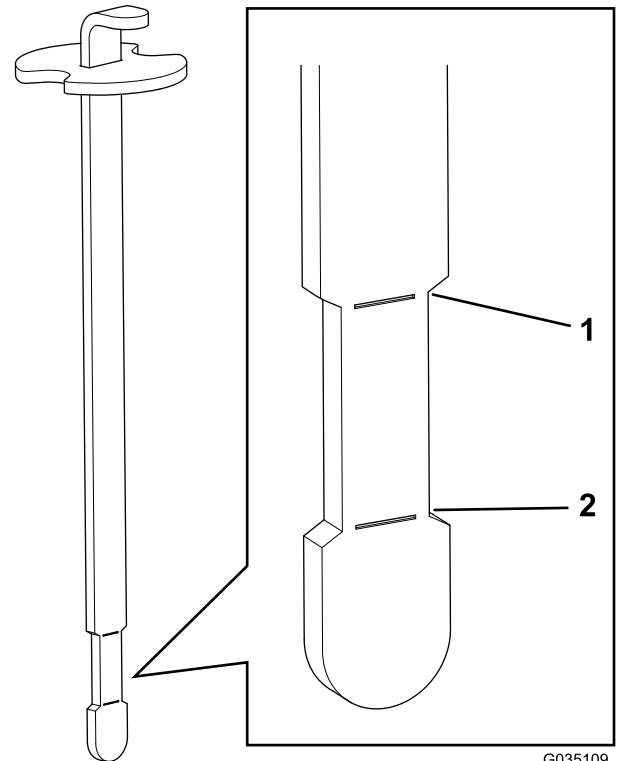

図 43
6. もう一度首に差し込んで引き抜き、オイルの量を点検する 図 43。